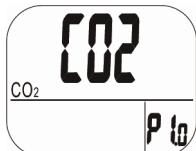

Abb. 6: Setup P1.0: gutes Raumklima
- Nach Aufrufen des Einstellungs-Modus erscheint CO2 und P1.0 im Display (siehe Abb. 6).